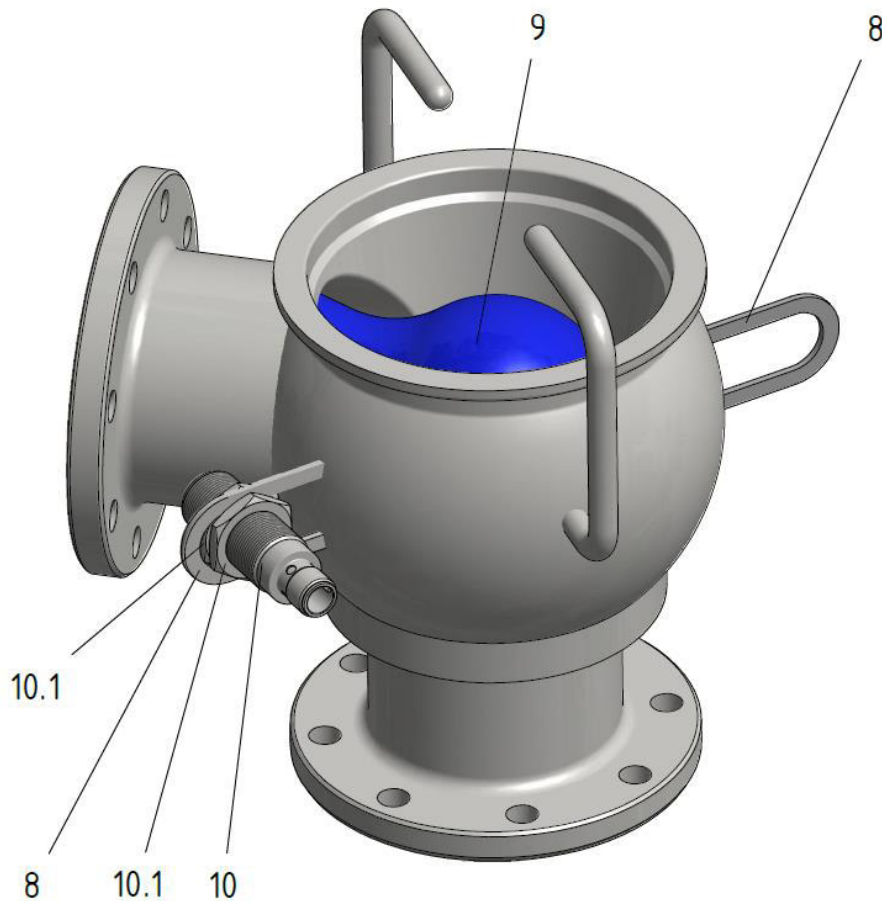

Abb. 6-2: Molchstation mit Molchdetektierung
- Legen Sie einen Molch (Abb. 6-2, Pos. 9) in die Molchstation ein.
- Entfernen Sie eine der beiden Befestigungsmuttern (Abb. 6-2, Pos 10.1)
- Führen Sie den Sensor (Abb. 6-2, Pos. 10) durch das Halteblech (Abb. 6-2, Pos. 8)
- Befestigen Sie den Sensor (Abb. 6-2, Pos. 10) durch die zuvor entfernte Befestigungsmutter (Abb. 6-2, Pos. 10.1).
- Stellen Sie durch axiales und radiales Verschieben des Sensors (Abb. 6-2, Pos.10) den größtmöglichen Detektierungsbereich des Sensors ein.
- Sichern Sie den Sensor (Abb. 6-2, Pos 10) durch festes Anziehen der Befestigungsmuttern (Abb. 6-2, Pos 10.1)